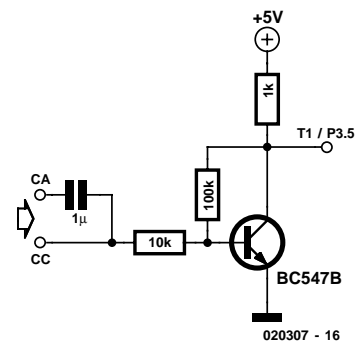

Figure 6. Petit préampli destiné à l'entrée du compteur.
La mesure d'une fréquence est l'affaire du temporisateur (*timer*) numéro 1 du microcontrôleur. Les signaux d'entrée sont mis en forme par un petit préamplificateur tel celui du schéma de la **figure 6**. L'utilisateur pourra utiliser, en fonction de la source de signal, un couplage soit alternatif (CA) soit continu (CC). Le fréquencemètre ainsi réalisé peut travailler jusqu'à de l'ordre de 400 kHz.